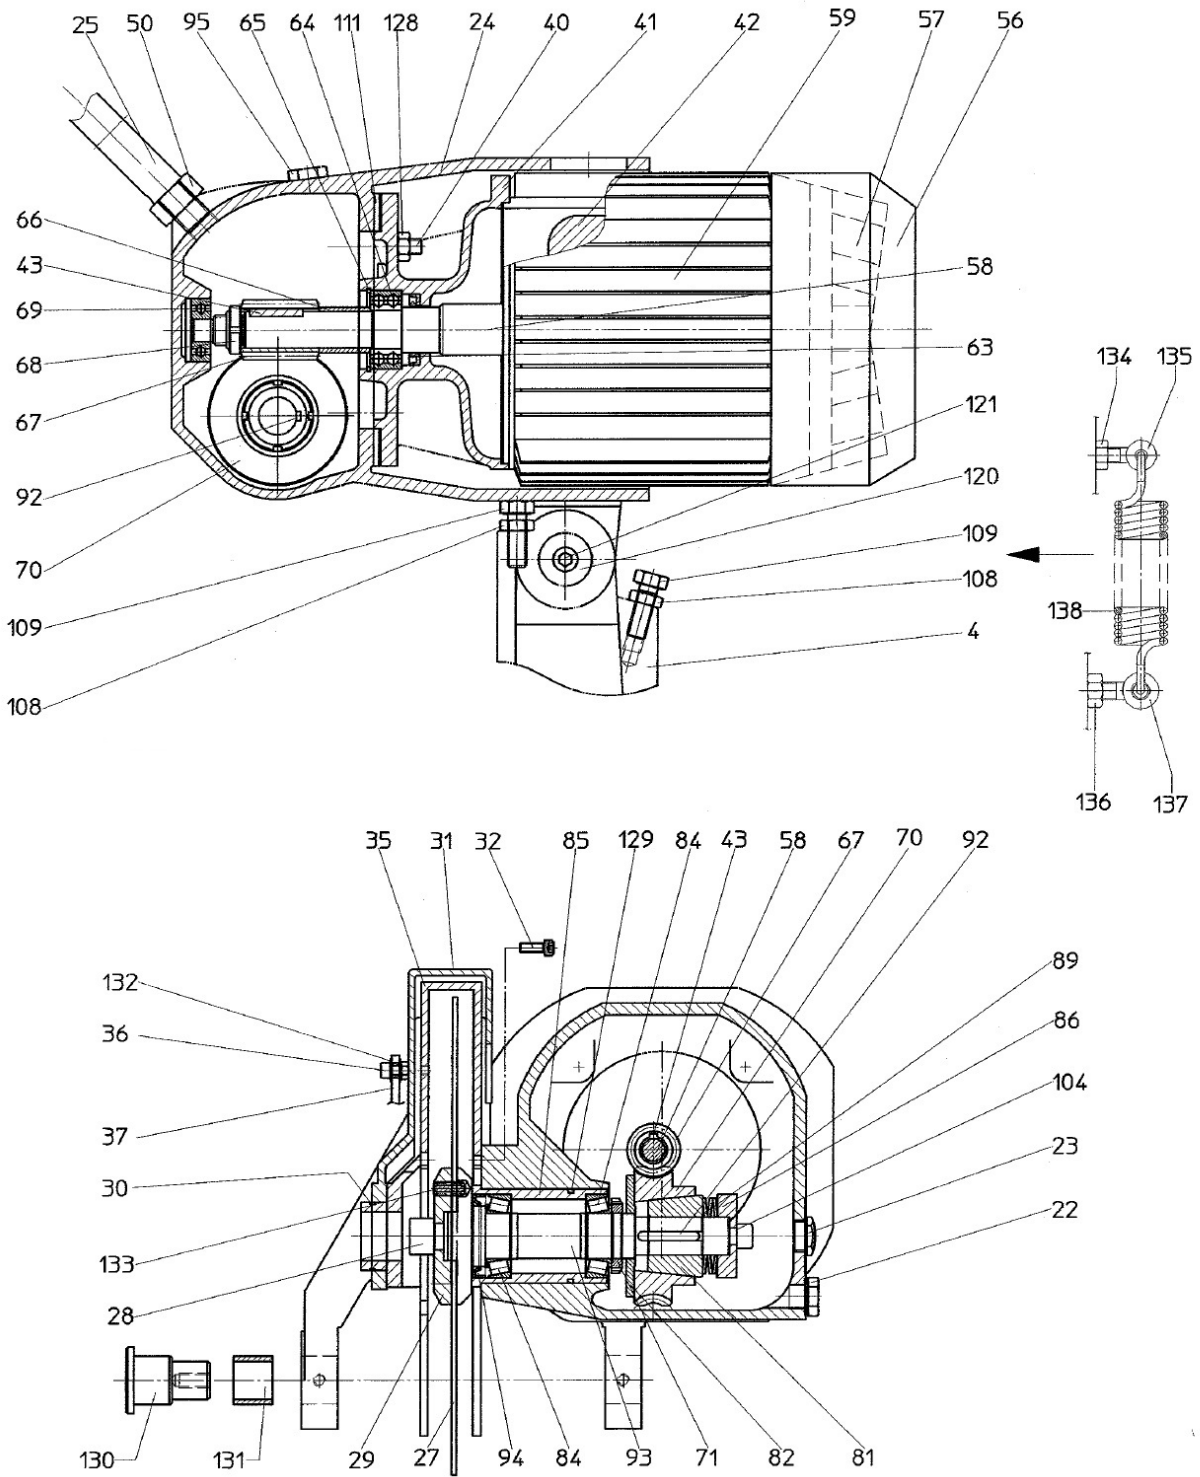

Abb. 14: Ersatzteilzeichnung 3 - MKS 315 R / MKS 316 R
- Schritt 1: Die Verschluss-Schrauben [Abb. 14, 95 und 22] abschrauben und das gebrauchte Öl in einen Behälter ausfließen lassen.
- Schritt 2: Verschluss-Schraube [Abb. 14, 22] wieder anschrauben.
- Schritt 3: Getriebeöl (0,2 Liter) in die Einfüllöffnung einfüllen und die Verschluss-Schraube [Abb. 14, 95] anschrauben.